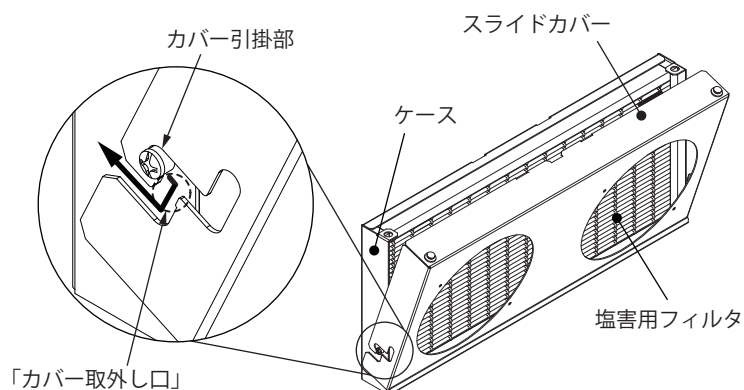

図2
3. カバー引掛部が「カバー取外し口」を通過するようにスライドカバーをスライドさせ、ケースから取外してください。(図 2)
- ・周囲スペースがなく、交換が困難な場合は、スライドカバーをケースから取外してください。(P2「●ルーバーへの取付方法」(図 2)を参照)